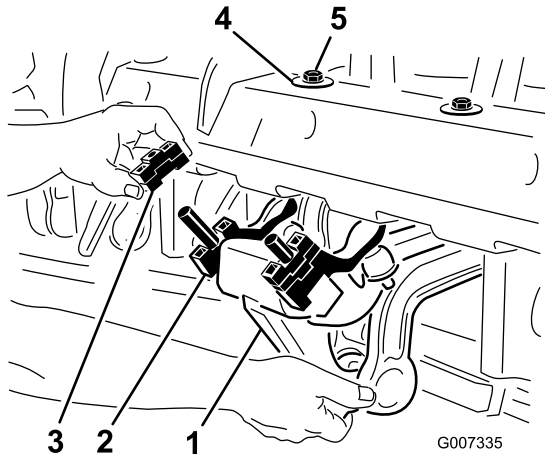

Bild 26
1. Entfernen Sie die zwei Sicherungsmuttern ($\frac{1}{2}$ "), mit denen der RotaLink-Stoßdämpfer an der Unterseite des Aerifizierkopfrahmens befestigt ist (Bild 26).
2. Senken Sie den Stoßdämpfer ab, um die Distanzstücke frei zu legen (Bild 26).
4. Montieren Sie den Stoßdämpfer wieder am Aerifizierkopfrahmen. Achten Sie darauf, dass die D-Scheibe gegen den Aerifizierkopfrahmen eingebaut ist, siehe Bild 26. Befestigen Sie die zwei Sicherungsmuttern.